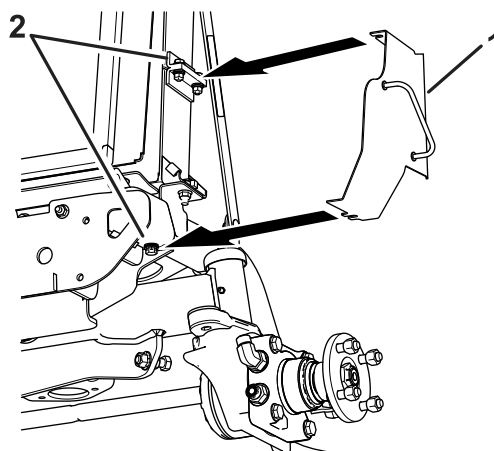

Рисунок 7
12. Ослабьте болты на боковой стороне радиатора (Рисунок 7).
13. Задвиньте кронштейн кожуха охладителя под головки болтов на радиаторе и кронштейне бампера (Рисунок 7).